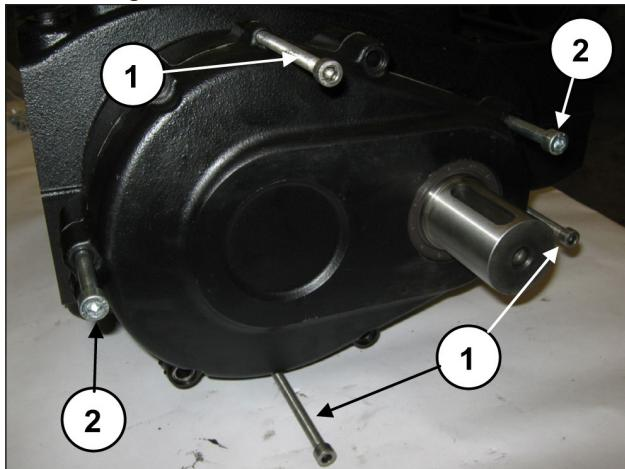

Abb. 5
Setzen Sie 3 Stiftschrauben oder Gewindeschrauben M8 (Pos. ①, Abb. 5) als Abzieher in die entsprechenden Bohrungen und zwei ausreichend lange Schrauben M10 für die Halterung des Deckels ein (Pos. ②, Abb. 5).